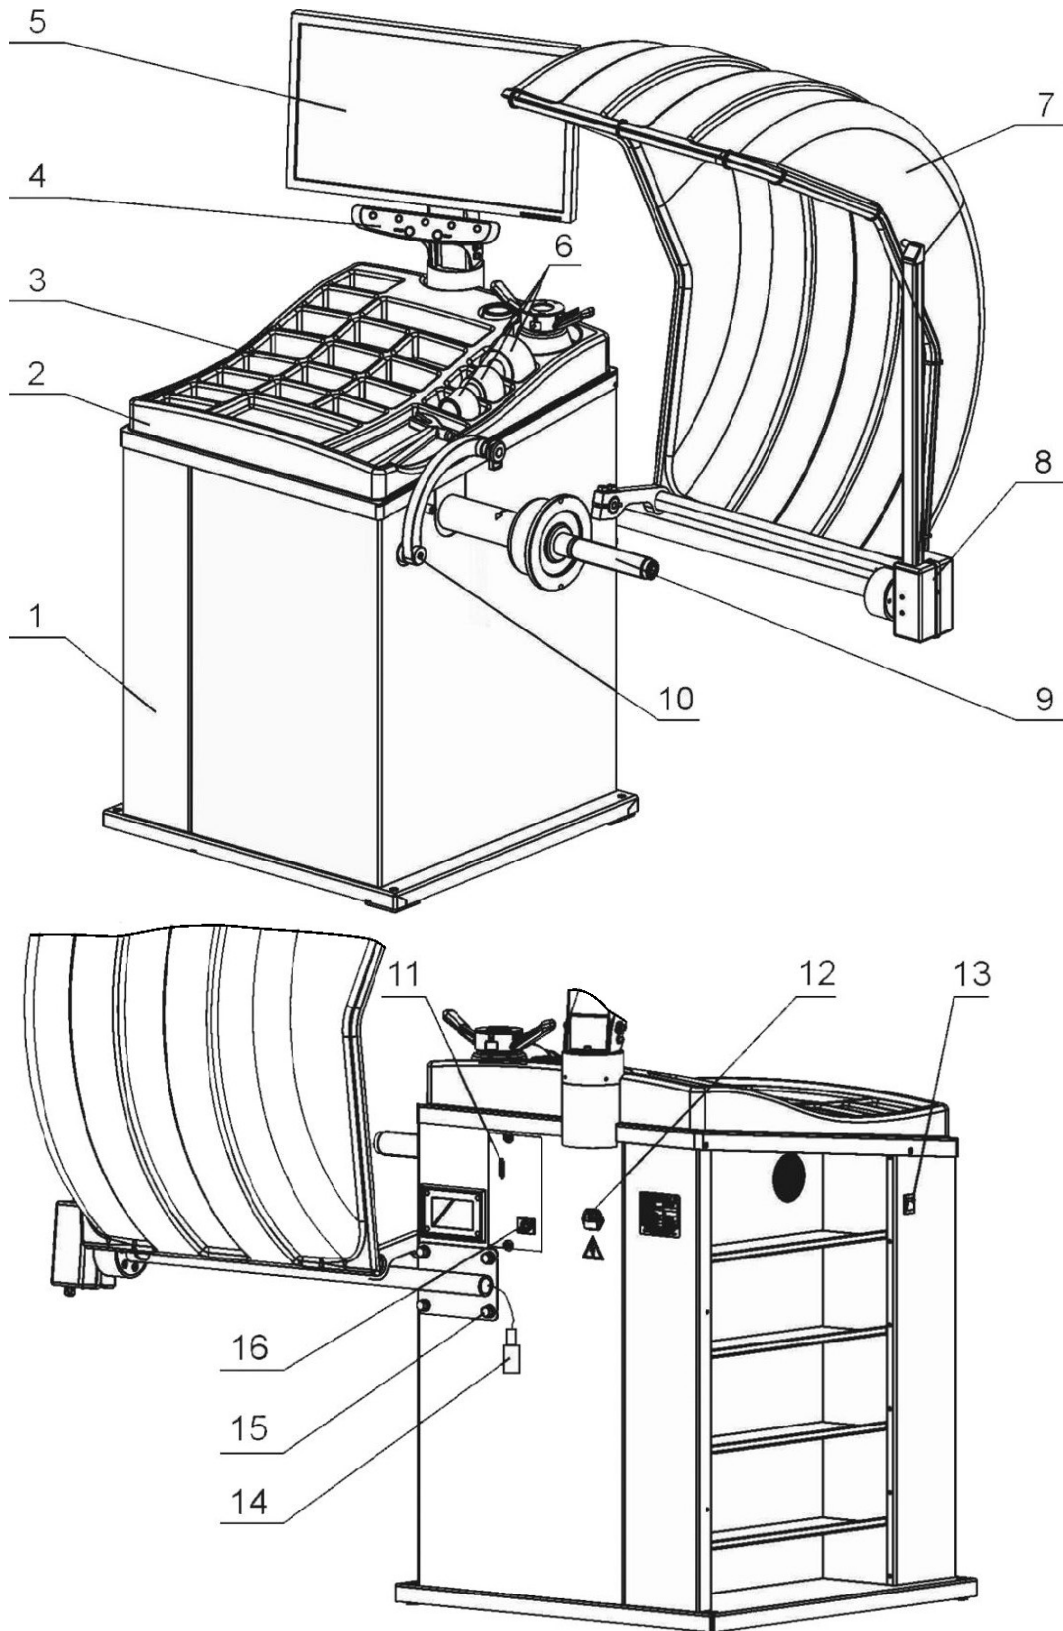

Рисунок 4.1
4.2.5 Закрепить вторую линейку 8 на корпусе с помощью 4-х болтов с шайбами 14 и подключить вилку линейки 14 к гнезду 16 (рисунок 4.1).
4.2.8 Подключить сетевой шнур к гнезду 12, расположенному на задней панели корпуса станка (рисунок 4.1), и к питающей сети, оборудованной розеткой с контактом заземления. Подключить монитор к питающей сети, оборудованной розеткой с контактом заземления, согласно эксплуатационной документации на него.